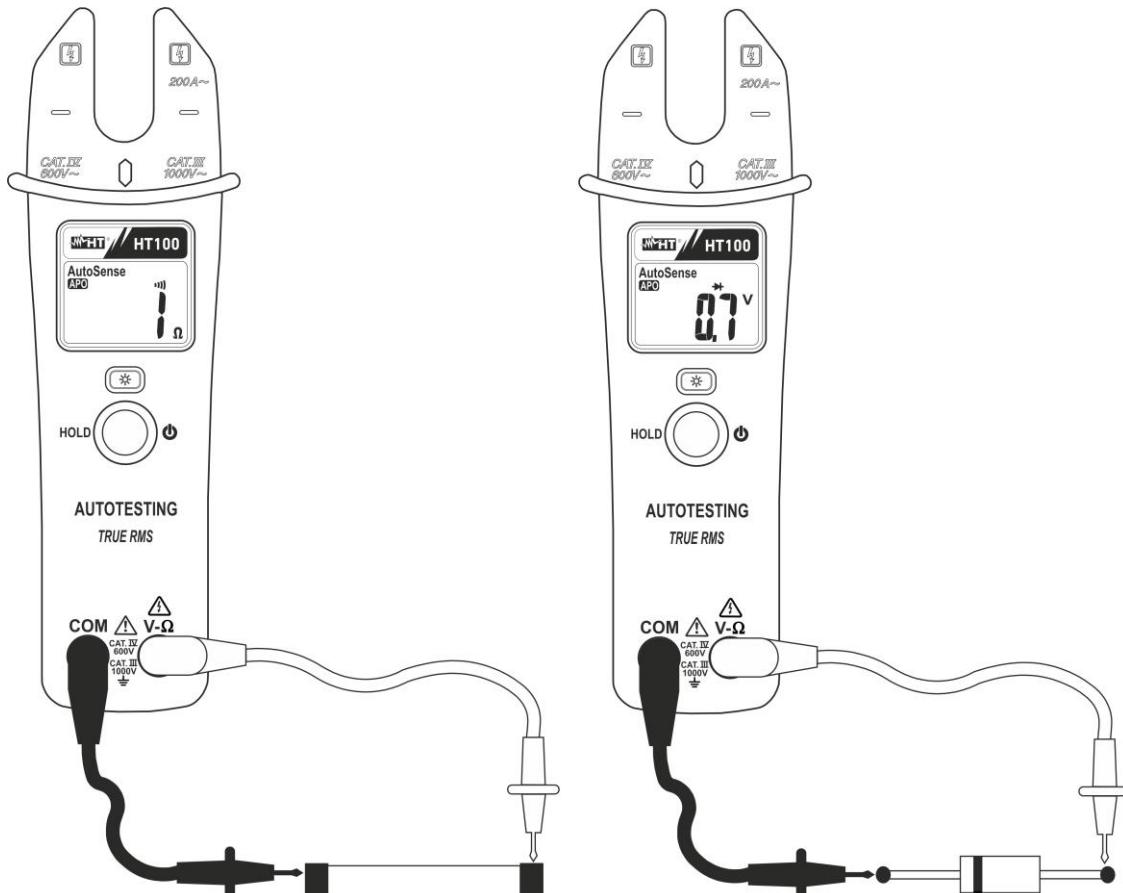

Fig. 6: Uso del instrumento en la prueba de continuidad y prueba de diodos
1. Conecte las dos puntas de prueba en los terminales de la pinza, la roja en el terminal **V-Ω** y la negra en el terminal **COM** y efectuar el test de continuidad an el objeto en prueba (ver Fig. 6 - parte izquierda). El símbolo “ \leftrightarrow ” es mostrado en el visualizador. El zumbador emite un señal acústica cuando el valor de la resistencia medida es inferior a 25Ω
3. Conecte la punta roja al ánodo del diodo y la punta negra al cátodo (ver Fig. 6 – parte derecha). El símbolo “ \rightarrow ” es mostrado en el visualizador La correspondiente tensión de polarización directa de la unión P-N es mostrada en el visualizador. Cambie la posición de las puntas para medida de tensión de polarización inversa